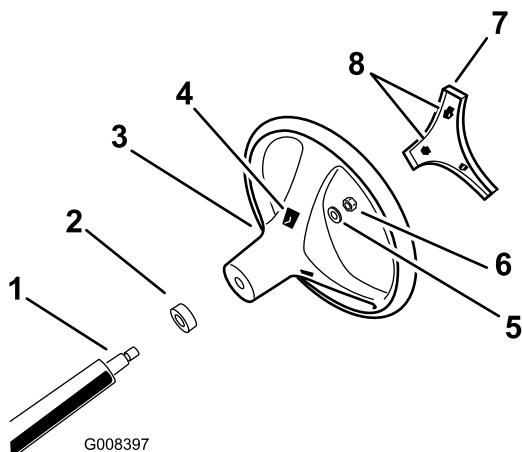

図 3
- ハンドルをシャフトにはめ込み、ナットで固定する（図3）。ナットを 24-30 Nmにトルク締めする。